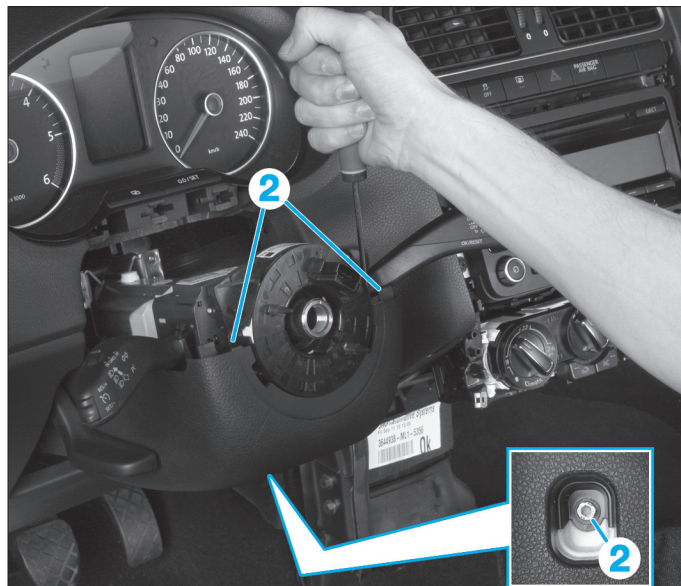

FIG. 30
- Déposer les vis de fixation (2) de la partie inférieure d'habillage du volant (Fig.30).